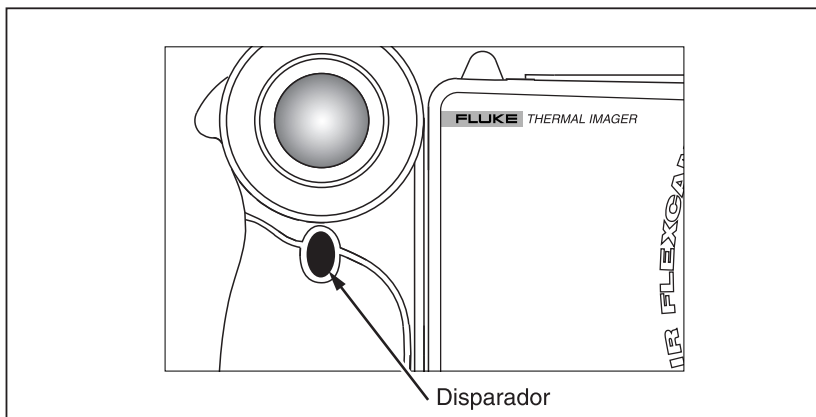

Figura 8. Captura de imagem
3. Para reter os ajustes, toque no disparador, conforme mostrado na Figura 8.